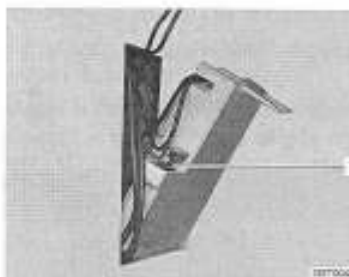

Fig. 126 Fusible des toilettes Thetford
- Changer le fusible (Fig. 126,1).